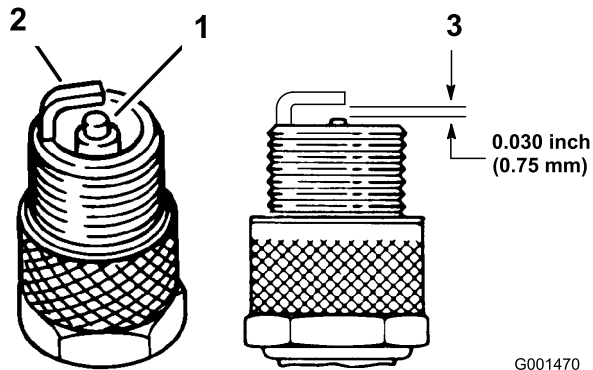

Figure 31
1. Examinez le centre des bougies (Figure 31). Si le bec de l'isolateur est recouvert d'un léger dépôt gris ou brun, le moteur fonctionne correctement. S'il est couvert d'un dépôt noir, c'est généralement signe que le filtre à air est encrassé.
2. Contrôlez l'écartement entre l'électrode centrale et l'électrode latérale (Figure 31). Courbez l'électrode latérale (Figure 31) si l'écartement est incorrect.